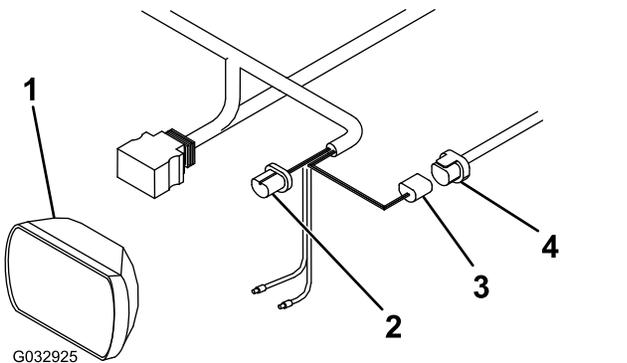

Bild 14
- Nehmen Sie den Kabelanschluss hinten am linken Scheinwerfer des Fahrzeugs ab (Bild 14).
- Schließen Sie den blauen Anschluss vom langen Kabelbaum hinten am linken Fahrzeugscheinwerfer an (Bild 14).
- Schließen Sie den schwarzen Anschluss vom langen Kabelbaum am vorher abgeschlossenen Anschluss am Fahrzeugkabelbaum an (Bild 14).